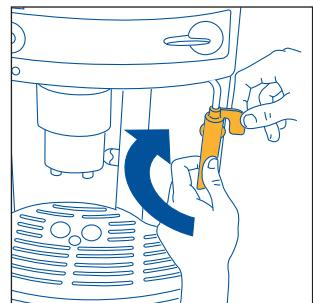

Fig.25
- Gire el mando en sentido de las agujas del reloj y, con una mano, mantenga firme la perilla del tubo del emulsionador y con la otra, desenróskelo hacia la derecha y extráigalo hacia abajo (fig. 25).